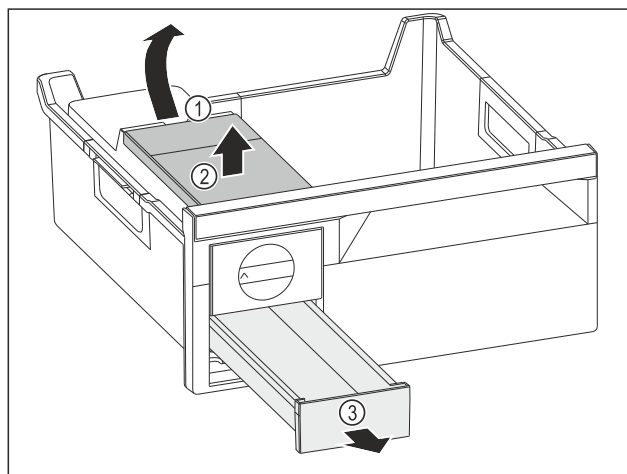

Fig. 182
- ▶ Odobratie nádržky na vodu: Nádržku na vodu nadvihnite za vybranie Fig. 182 (1).
- ▶ Nádržku na vodu Fig. 182 (2) odoberte smerom nahor.
- ▶ Zásuvku na kocky ľadu Fig. 182 (3) odoberte smerom nahor.